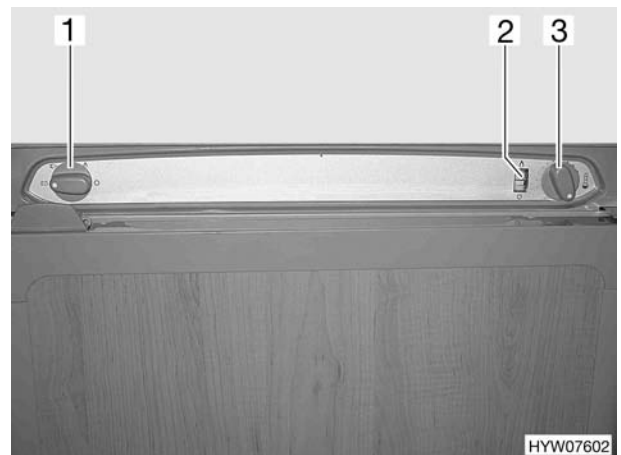

Bild 140 Bedienelemente für Kühlschrank
- Energie-Wahlschalter (Bild 140,2) auf Gas "🔥" stellen.
- Drehregler (Bild 140,3) auf höchste Stufe stellen, drücken und gedrückt halten. Die Gaszufuhr ist geöffnet. Der Zündvorgang erfolgt automatisch. Ein tickendes Geräusch ist hörbar, bis der Zündvorgang erfolgreich abgeschlossen ist.
- Drehregler gedrückt halten, bis der Flammenanzeiger (Bild 140,2) grün wird, dann loslassen. Falls die Flamme erlischt, wiederholt das Zündgerät automatisch den Zündvorgang.
- Kühltemperatur mit dem Drehregler (Bild 140,3) einstellen.
- Energie-Wahlschalter (Bild 140,1) auf "O" stellen. Das Gerät ist abgeschaltet.
- Energie-Wahlschalter (Bild 140,1) auf 230-V-Betrieb " stellen.
- Energie-Wahlschalter (Bild 140,1) auf 12-V-Betrieb " stellen.